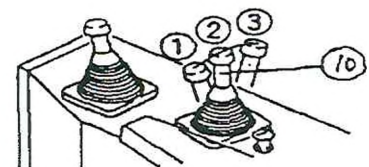

Рис. 2-15
### 2.2.1.10 Рычаг управления рыхлителем (10) (Рис. 2-15)